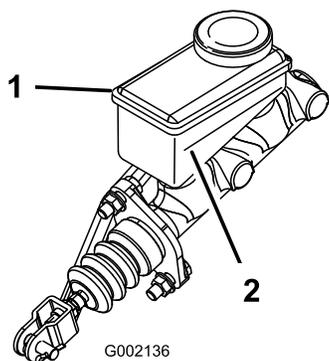

Рисунок 65
5. Проверьте уровень жидкости в боковой части бачка (Рисунок 65).
- B. Доливайте тормозную жидкость DOT 3 в бачок, пока ее уровень не будет выше отметки «Минимум» (Рисунок 65).